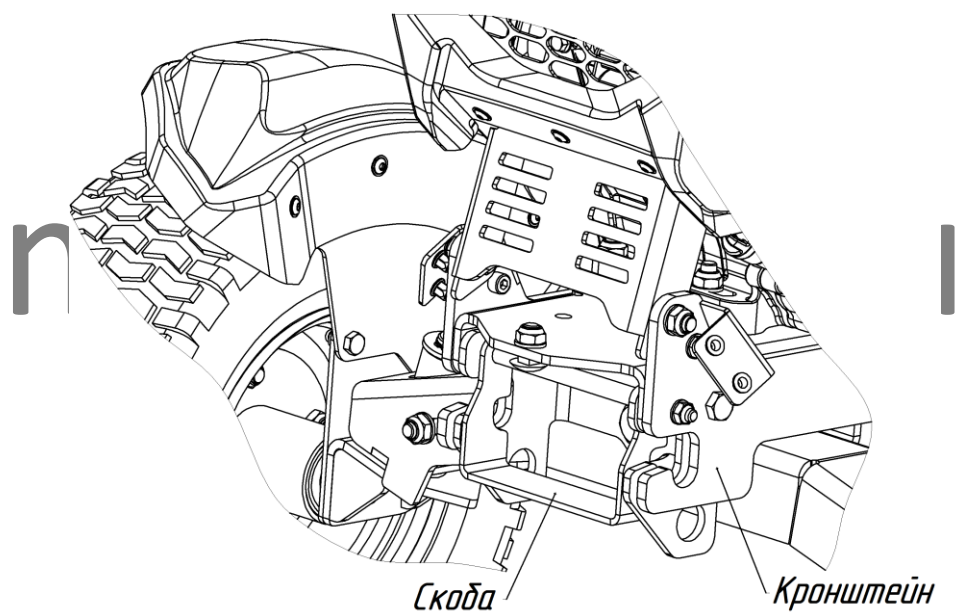

Рис.6. Передний кронштейн для установки навесного оборудования.
- отведите вверх скобу и установите ось навесного устройства в пазы кронштейна, затем опустите скобу (рис.6).
- отведите скобу вверх и установите ось блока натяжения ремня в пазы переднего кронштейна МТ (рис.6);